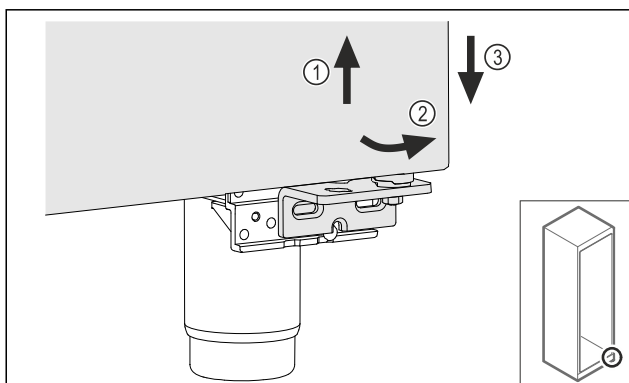

Fig. 23
- Vrata rahlo dvignite Fig. 23 (1) in jih spodaj nagnite Fig. 23 (2) ter spustite Fig. 23 (3).